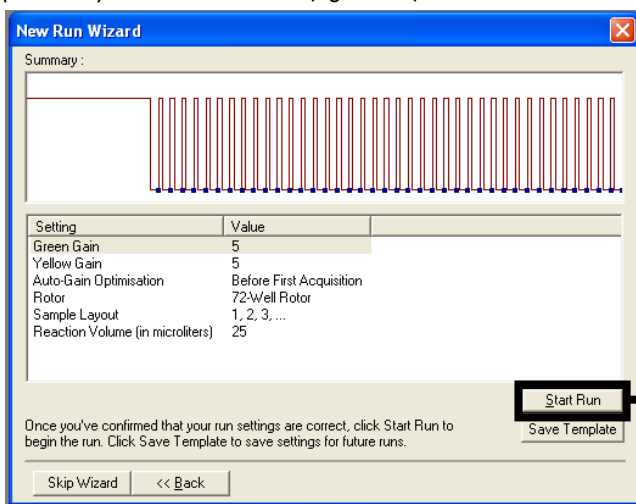

Figura 36. Cuadro de diálogo "New Run Wizard" (Asistente para series nuevas). 1 = "Start Run" (Iniciar la serie).
5. Compruebe el resumen y haga clic en Start Run (Iniciar la serie) para guardar el archivo de ejecución y comenzar la serie (figura 36).